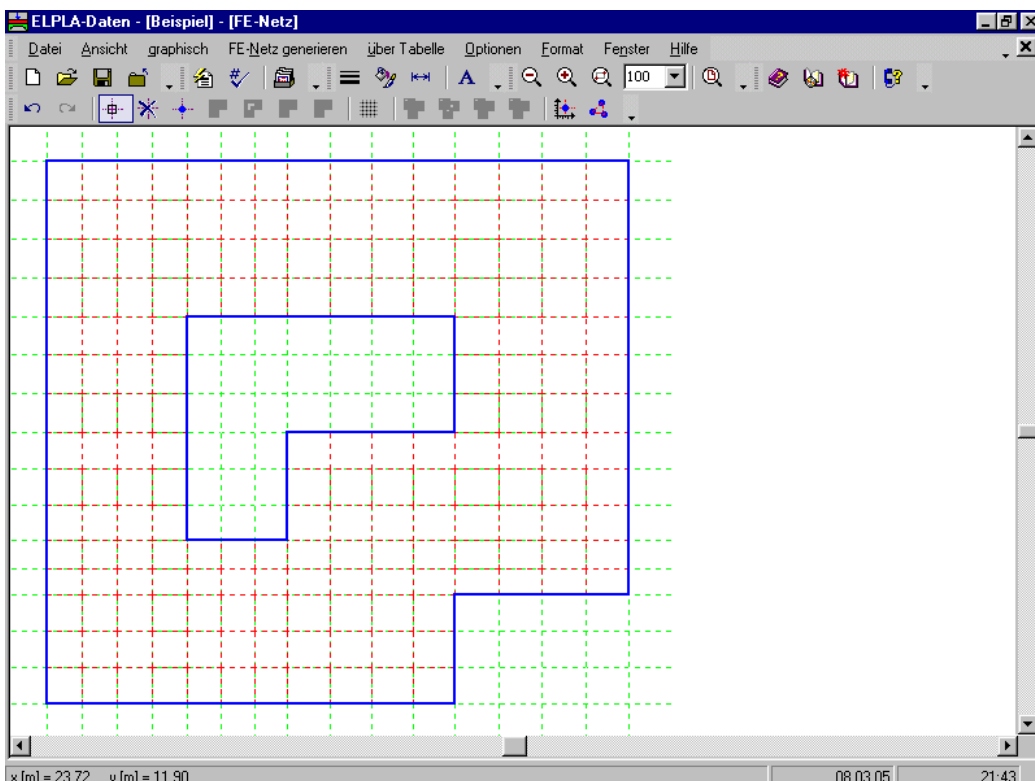

Bild 1-16 Endgültiges FE-Netz nach dem Entfernen der unnötigen Knoten
Um die markierten Knoten zu entfernen, wählen Sie den Befehl "Knoten entfernen" aus dem "graphisch"-Menü. Das Ergebnis dieses Befehls wird im Bild 1-16 gezeigt. Um den graphischen Modus zu verlassen, drücken Sie die "Esc"-Taste.
- Wählen Sie den Befehl "FE-Netz speichern" aus dem "Datei"-Menü im Bild 1-16, um die Daten des FE-Netzes zu speichern